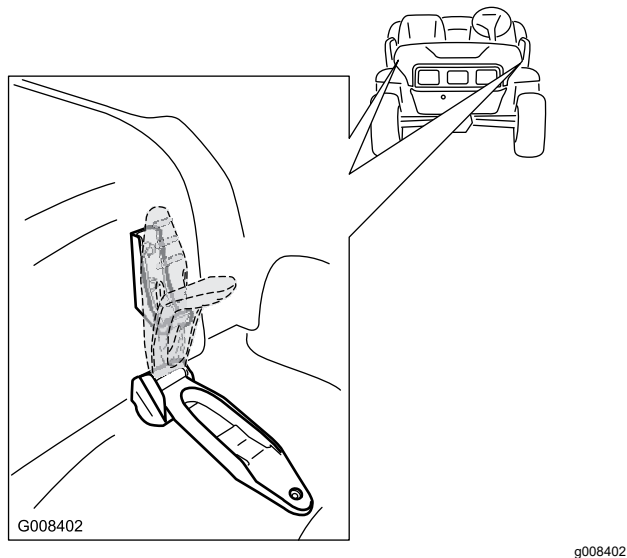

Figure 25
1. Soulevez la poignée des loquets en caoutchouc de chaque côté du capot (Figure 25).
2. Fixez le capot en alignant les loquets en caoutchouc sur les ancrages de verrouillage de chaque côté du capot (Figure 25).